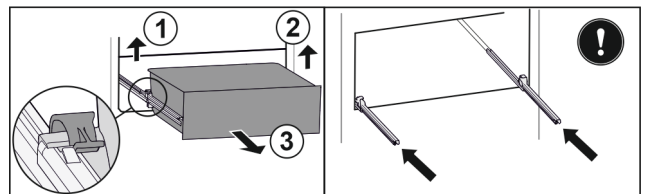

Fig. 84
- ▶ Nadvihnite ľavú svorku a súčasne ťahajte zásuvku vľavo dopredu. Fig. 84 (1)
- ▶ Nadvihnite pravú svorku a súčasne ťahajte zásuvku vpravo dopredu. Fig. 84 (2)
- ▶ Odoberte zásuvku dopredu. Fig. 84 (3)